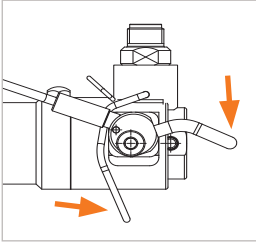

Abbildung 7
- ▶ Klappen Sie die Betätigungsbügel (Pos. 6) nach unten und ziehen Sie gleichzeitig an der Arretierung (Pos. 8) (*Abbildung 7*). Das flexible Drahtseil klappt nach oben und die Spannzangen öffnen sich.